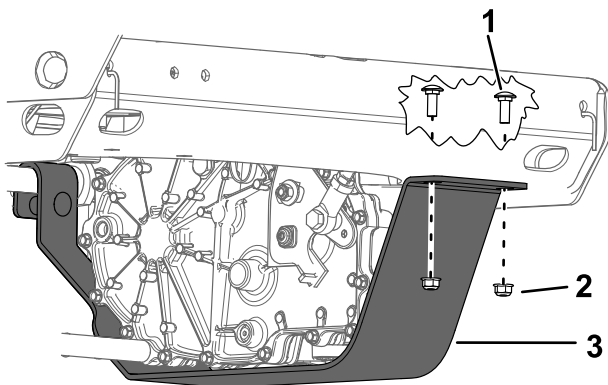

Figura 64
2. Parafuso (2)
5. Remova os dois parafusos e as porcas de ambas as proteções da transmissão (Figura 64).
8. Incline as proteções da transmissão e prenda ambas com dois parafusos e duas porcas (Figura 64).